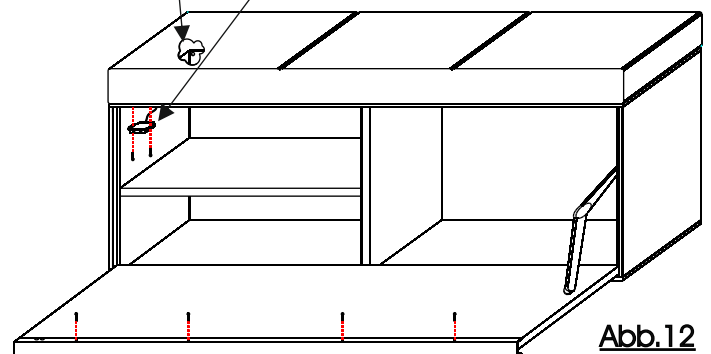

Abb.12
5. Montieren Sie das Kontaktgehäuse mit Hilfe von zwei Schrauben. Die Position der Schrauben ist vorgebohrt. Achten Sie darauf, dass die Stifte des Kontaktgehäuses bei geschlossener Klappe Verbindung zu den Kontaktplatten haben. Die Einstellung erfolgt über die Langlöcher. Anschließend sichern Sie das Gehäuse mit der Fixierungsverschraubung. (Abb.12)